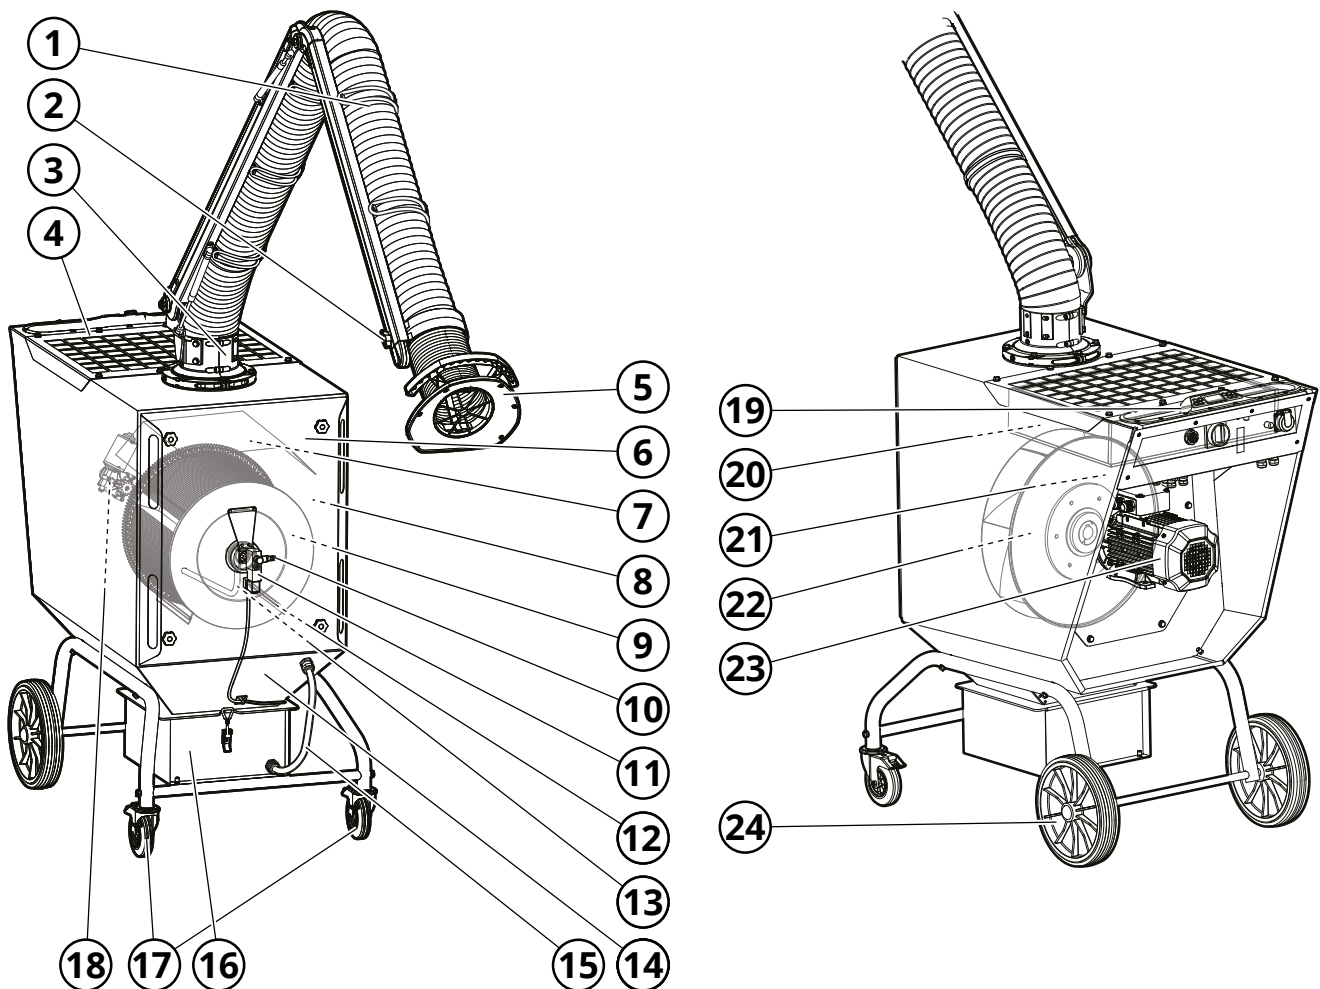

Fig. 2
Siehe Fig. 2.
Die verunreinigte Luft wird über den Absaugarm (1, **Fig. 2**) zur schmutzigen Seite der Maschine (8) gesaugt, wo die Luft durch die Filterpatrone (9) gereinigt wird. Die Filtrationsrate beträgt $\geq 99\%$ der Rauch- und Staubverunreinigungen von Schweißarbeiten an hochlegierten Stählen, wie z. B. Stählen mit einem Nickel- und Chromgehalt von 30 %. Anschließend wird die gereinigte Luft durch das Ventilatorlaufrad (22) gesaugt und über die Reinseite der Filtereinheit (21) durch das Auslassgitter (4) in den Raum geleitet.